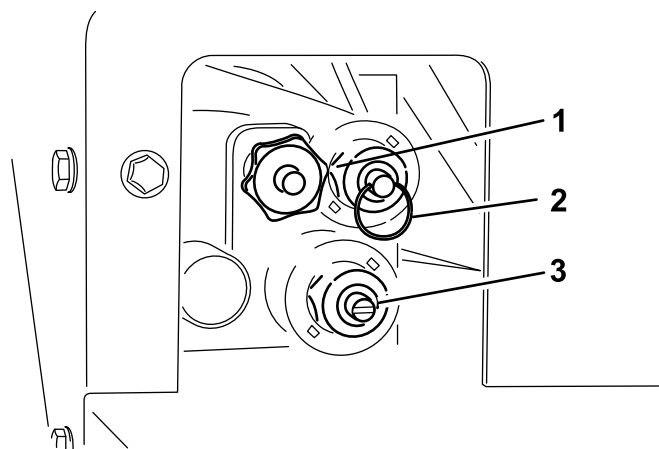

図 25
手動操作は、油圧システムの運転席側にある手動操作装置で行います 図 25。
- フロアベルトの速度を調整するには 図 25、ノブを右に回します。この調整は油圧を作動させずに行えます。色別設定システムにあるように、最大フロア速度にセットします。ホッパーに砂を満載しているような場合は最も重要な設定です。
- ホッパー 図 25 を上昇させるには、バルブシステムのリングを押し込みます。
- ホッパー 図 25 を下降させるには、バルブシステムのリングを引き出します。
- スピナーの回転速度 図 25 はマイナスイドライバーを使って調整します。右に回すと速度は上がり、左に回すと下がります。